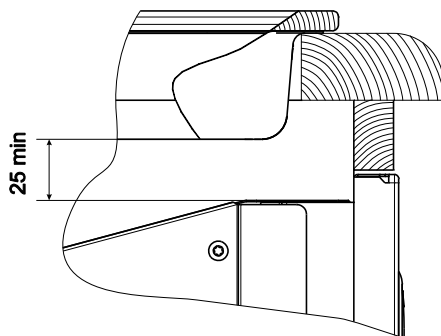

рис. 3
- При совместной установке варочной панели и духового шкафа необходимо учитывать выступание корпуса варочной панели из нижней части столешницы и верхней части корпуса духового шкафа. Соприкасание не допускается. Рекомендуемый воздушный зазор не менее 25мм (см. рис. 3).